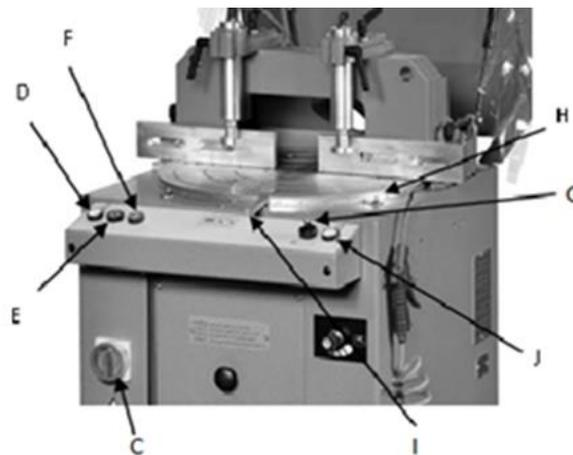
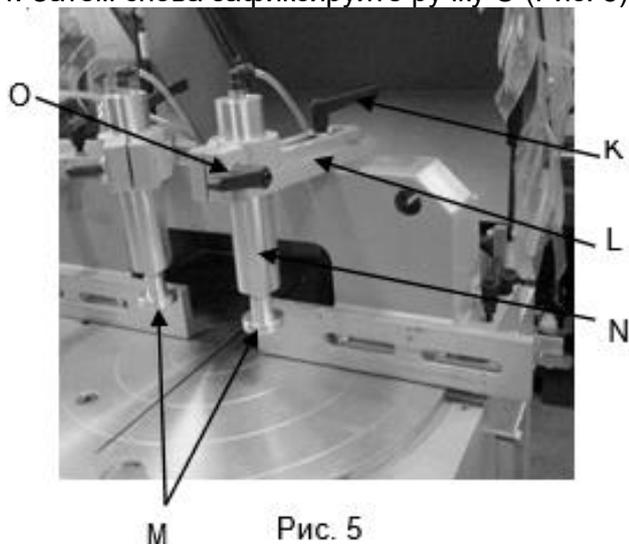

Рис. 4
Рис. 5
Панель управления (Рис. 4)
1. Включите главный выключатель С (Рис. 4).
2. Закрепите заготовку, повернув переключатель G (Рис. 4), который активирует прижимы M (Рис. 5).
4. Нажмите зеленую кнопку F (Рис. 4), чтобы запустить двигатель.
5. Нажмите одновременно обе кнопки D и J (Рис. 4), чтобы запустить отрезной диск и подачу смазки.
6. Разожмите заготовку при помощи переключателя G (Рис. 4).
9. Отключите двигатель при помощи кнопки E (Рис. 4).
1. Для горизонтальной настройки ослабьте фиксатор K (Рис. 5), затем надавите перпендикулярно на поршни N (Рис. 5) и прижим L (Рис. 5), пока они не займут требуемое положение, затем зажмите фиксатор K (Рис. 5).
2. Если требуется зажать заготовку меньшего сечения, ослабьте ручку O (Рис. 5) и потяните поршни N вниз (Рис. 5).
5) и поднимите поршни N (Рис. 5) до тех пор, пока не сможете зажать заготовку.
4. Затем снова зафиксируйте ручку O (Рис. 5).
Станок оснащен системой охлаждения, которая представляет собой блок распыления тумана W (Рис. 8). Блок начинает работу автоматически при запуске пильного диска путем одновременного нажатия на кнопки запуска D и J (Рис. 4). Масло находится в баке X (Рис. 8). Регулярно проверяйте (каждые 24 часа), что масло находится на нужном уровне. (Используйте только масло).
1. Убедитесь, что главный выключатель C (Рис. 4) выключен.